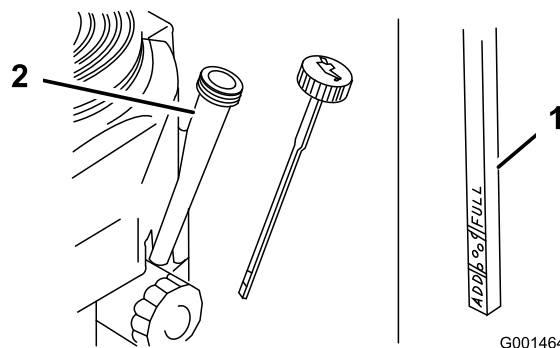

Figura 32
- Limpie alrededor de la varilla de aceite (Figura 32) para impedir que caiga suciedad por el orificio de llenado y cause daños en el motor.
- Desenrosque la varilla de aceite y limpie el extremo (Figura 32).
- Deslice la varilla a fondo en el tubo de llenado, pero no la enrosque en el tubo (Figura 32).
8. Vierta lentamente un 80% aproximadamente de la cantidad especificada de aceite por el tubo de llenado (Figura 32).